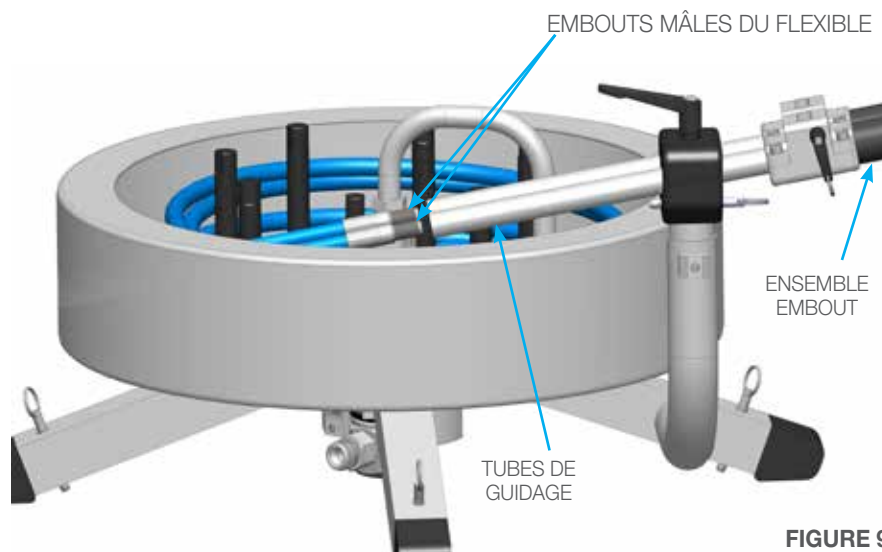

FIGURE 9
1. Passez les flexibles dans les tubes de guidage et l'embout. **(Figure 9)**